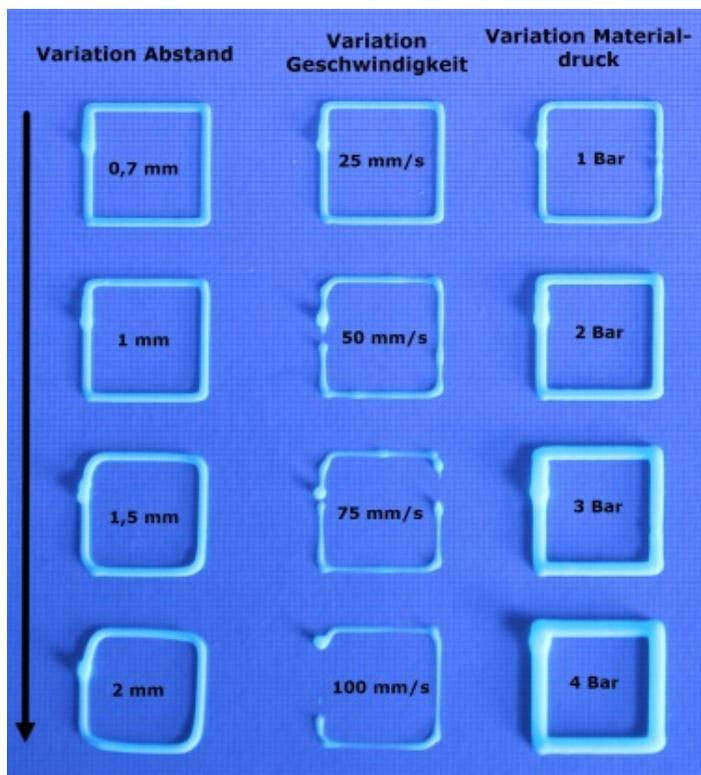

Abbildung 4: Applikationsbilder Membranventil
Im Bereich der Beschichtung von elektrischen Baugruppen finden Membranapplikatoren vor allem Anwendung beim Applizieren von verschiedenen Dammmaterialien und dem Vergießen von kleineren Baugruppen. Beim Applikationsprozess eines Dammmaterials muss darauf geachtet werden, dass der Abstand der Materialnadel zur Bauteiloberfläche richtig gewählt ist. Ein zu kleiner Abstand kann dazu führen, dass die Austrittsmaterialnadel (5) in dem frisch ausgebrachten Material versinkt und sich beim Herausziehen ein undefinierter Fadenzug ausbildet. Auch ein zu großer Abstand ist nicht optimal, da dies ebenfalls zu einem willkürlichen Ablegen des Dammmaterials führen kann. Insbesondere bei einer Kurvenfahrt kann das erwartete Ergebnis deutlich von dem tatsächlichen Resultat abweichen. So ist aus der Abbildung 4 zu erkennen, dass mit zunehmendem Abstand der Austrittsmaterialnadel zum Referenzpapier die Eckenausbildung immer unschärfer wird. Der optimale Abstand liegt je nach ausgebrachter Materialmenge und Achsbewegung bei ca. 0,5 bis 5 mm.
Auch die Geschwindigkeit des Achssystems muss zu dem eingestellten Materialdruckniveau passen. Wird das Achssystem zu schnell bewegt, reißt der Materialfluss am Applikator ab (siehe Abbildung 4) und es kann kein geschlossener Damm erreicht werden. Typische Prozesszeiten liegen hierbei in einem Bereich von ca. 10 bis 100 mm/s. Über die Variation des Materialdrucks (siehe Abbildung 4) sowie die Auswahl der für die vorliegende Applikation benötigten Materialnadel kann die ausgebrachte Materialmenge und dadurch die Stärke des Dammes sehr einfach variiert werden. Der typische Einsatzbereich dieser Ventile liegt im nieder- bis mittelviskosen Bereich.